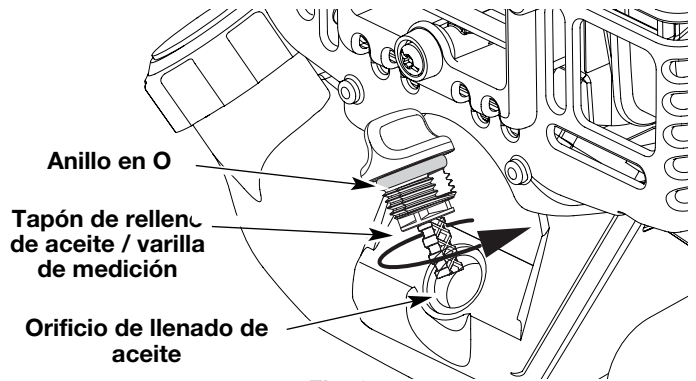

Fig. 25
- Si el nivel está bajo, agregue una pequeña cantidad de aceite en el orificio de llenado de aceite y vuelva a medir (Fig. 25). Repita hasta que el nivel de aceite llegue hasta la parte superior de la varilla de medición.
**NOTA:** Verifique que el anillo en O esté en su lugar en el tapón de relleno de aceite / varilla de medición cuando mida y cambie el aceite (Fig. 25).